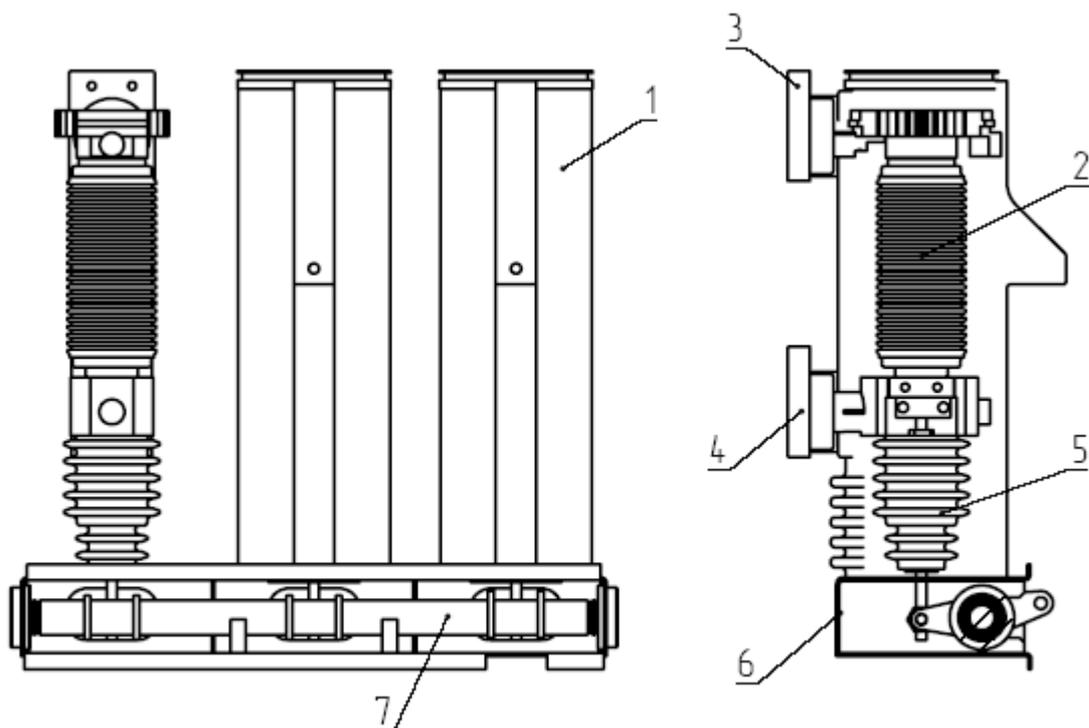
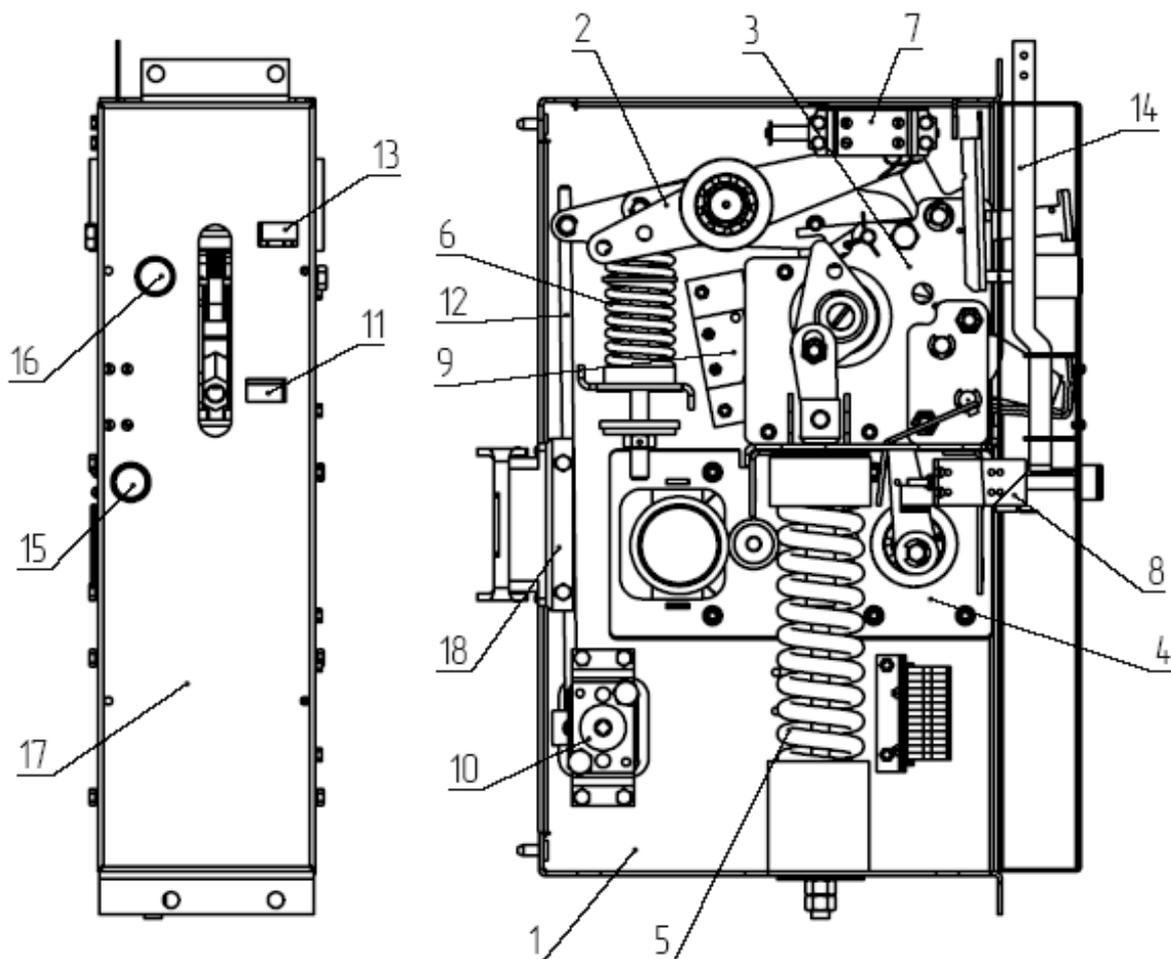
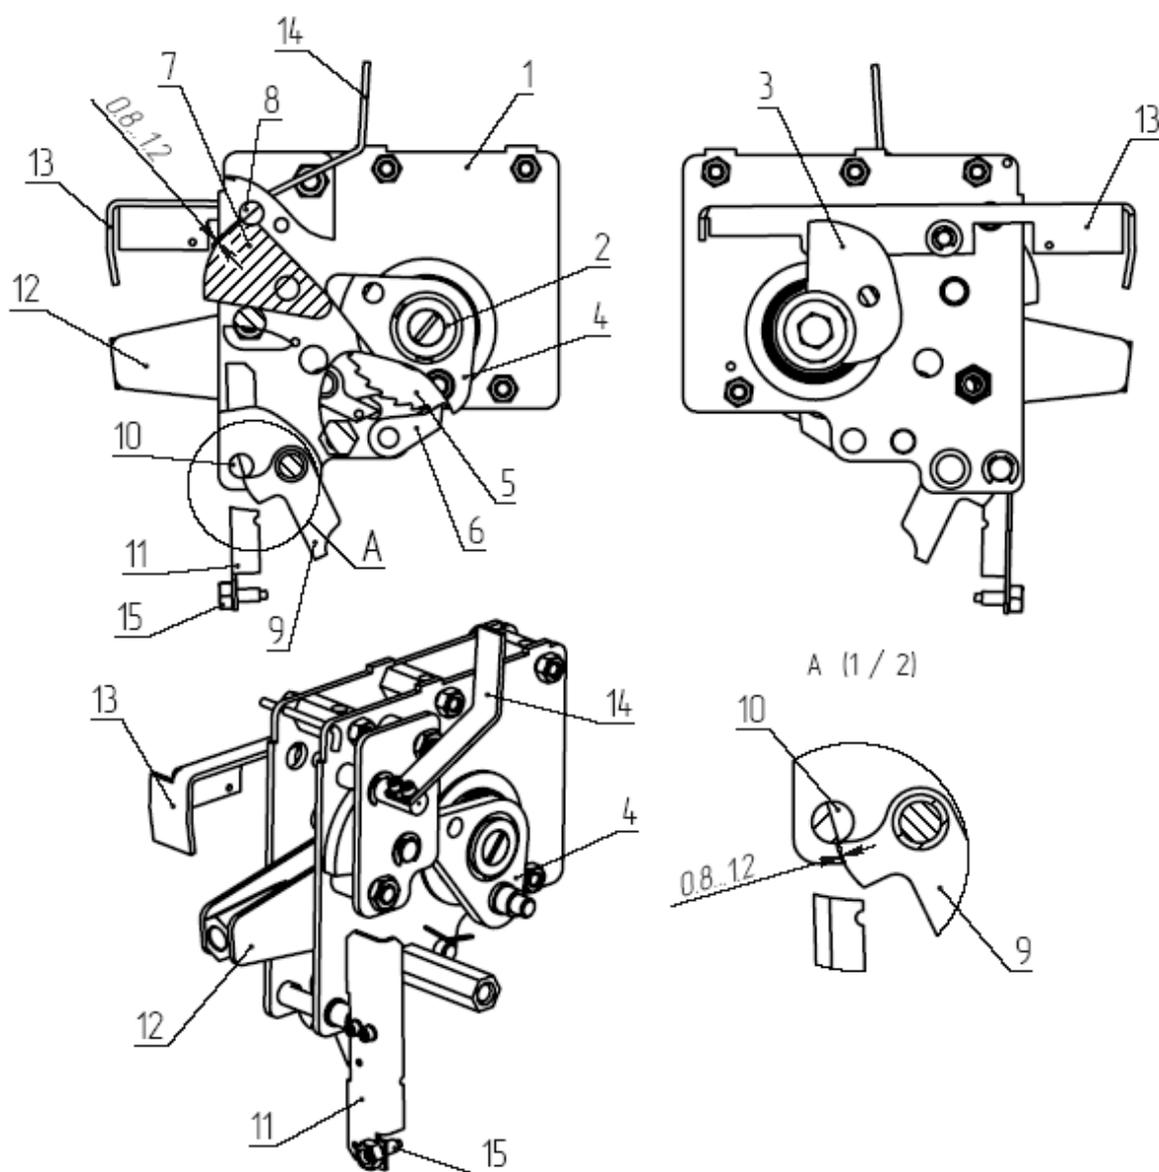

Рисунок 2. Дугогасительный блок.
Рисунок 3. Привод выключателя (в положении "включен", "не готов").
Рисунок 4. Узел заводки пружины (положение "включен", "готов").
4.2.3. Дугогасительный блок 1 (рисунок 2) состоит из трех изоляционных карасов 1, 3-х вакуумных дугогасительных камер (КДВ) 2, токовыводов 3 и 4, изоляционных тяг 5 с установленными в изоляторах узлами поджатия, короба 6 и вала 7. Дугогасительный блок устанавливается при помощи болтов на раму ячейки КСО (КРУ).
Исходное положение выключателя и привода: контакты КДВ разомкнуты, выключатель удерживается в отключенном положении отключающей пружиной 6 (рисунок 3). Пружина включения 5 взведена вручную или мотор-редуктором, указатель положения 13 (рисунок 4) «ГОТОВ».
При подаче напряжения на катушку электромагнита включения 8 (рисунок 3) (или нажатии на кнопку включения) 15 через рычаг 14 (рисунок 4) выбивается защелка 7 (рисунок 4), и под действием пружины включения вал узла заводки 2 (рисунок 4) поворачивается, и, в свою очередь, через кулачок 3 поворачивает вал привода 2 (рисунок 3) и через тягу 3 (рисунок 1) - вал дугогасительного блока 8 (рисунок 2); при этом через изоляционные тяги и узлы поджатия замыкаются контакты КДВ, сжимается пружина отключения в приводе и пружины поджатия дугогасительного блока.
В заключительной стадии процесса включения под действием прижимной пружины защелка отключения 9 (рисунок 4) поворачивается и удерживает привод и выключатель во включенном положении. От возврата защелку отключения 9 удерживает выточка оси отключения 10, которая также поворачивается в конце процесса включения под воздействием пружины.
При подаче напряжения на катушку электромагнита отключения 7 (рисунок 3) или нажатии на кнопку отключения посредством рычага 11 (рисунок 4) поворачивается ось отключения 10 (рисунок 4) и освобождает защелку отключения 9. Под воздействием пружины отключения и пружин поджатия вал привода поворачивается и выключатель отключается.
5.4. Для включения выключателя необходимо повернуть защелку 7 (Рисунок 4), тогда под действием пружины включения вал узла заводки поворачивается на 180° , кулачком поворачивает вал привода и жестко связанный с ним вал выключателя, и замыкает контакты КДВ. При этом переключаются блок-контакты привода и вновь подается напряжение на двигатель мотор-редуктора, который начинает взвод включающей пружины. Вал привода фиксируется во включенном положении защелками, установленными на корпусе привода.
9.4.2. Регулировка положения защелки отключения 9 (рисунок 4).
Положение защелки отключения подлежит регулировке, если Выключатель не отключается электромагнитом отключения. В положении Выключателя «ВКЛ.» и «НЕ ГОТОВ» перекрытие защелки 9 (рисунок 4) и оси отключения 10 должно составлять 0,8-1,2 мм. Защелку регулировать при положении Выключателя «ОТКЛ» с помощью винта 15 (рисунок 4), сняв предварительно лицевую крышку привода. Добившись «уверенного» срабатывания электромагнита, законтрить регулировочный винт 15.
Электромагнит включения 8 (рисунок 4) установлен в установочные пазы на корпусе привода и имеет возможность перемещения по ним «вперед-назад». Регулировка положения электромагнита в пазах корпуса привода производится на заводе-изготовителе и не подлежит изменению. В случае демонтажа электромагнита его положение в пазах корпуса должно быть отмечено краской и не нарушено при последующей установке.